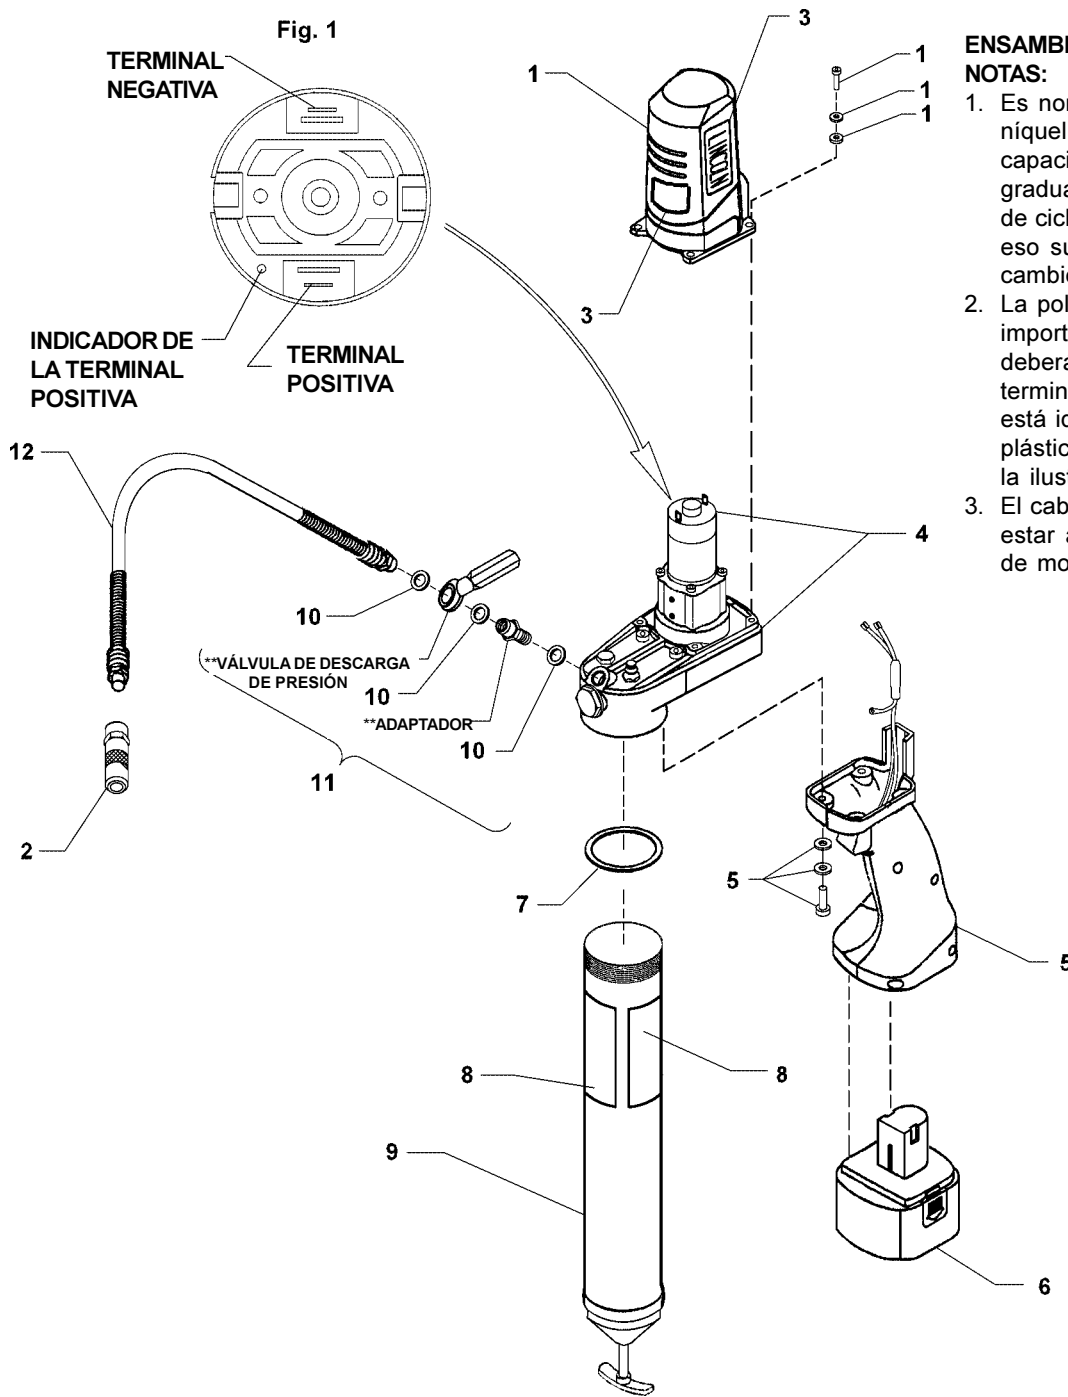

Ilustración 6
- 2) Desatornille el ensamble de tubo de la grasa (9) (fig. 6) del PowerLuber.
2. La polaridad del motor es importante, el cable positivo (rojo) deberá estar conectado a la terminal positiva del motor, la cual está identificada con el punto de plástico pequeño a su lado (véase la ilustración 6).